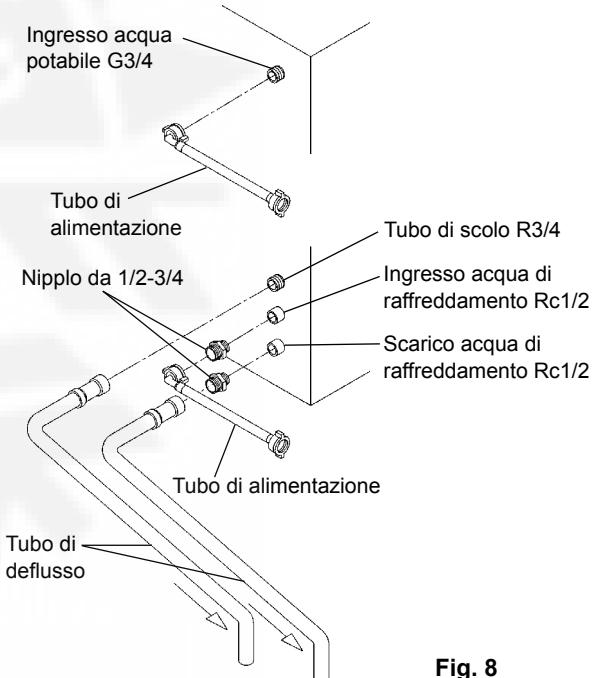

Fig. 8
[b] Collegamenti effettuati tramite tubi accessori in conformità a normative diverse dalla normativa WRC in vigore nel Regno Unito (Fig. 8)
2) Per i collegamenti del condensatore, utilizzare i tubi forniti come accessori seguendo le modalità indicate ai punti da 1) a 3) nel precedente paragrafo [a] collegandoli alle estremità libere dei nippesi da 1/2-3/4 come illustrato in Fig. 8.